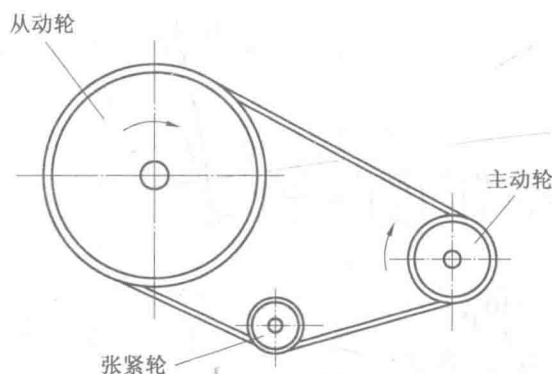
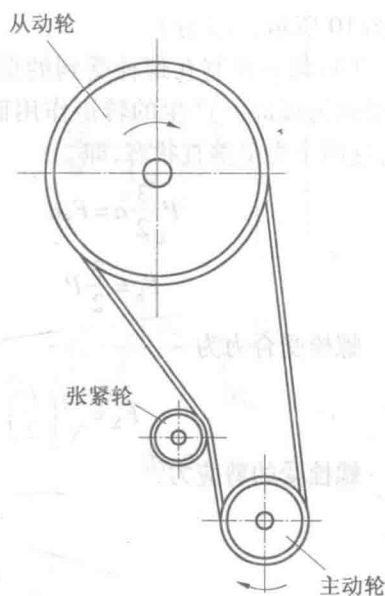

图8 张紧轮置于松边内侧
图9 张紧轮置于松边外侧
2. 答 (1)进行疲劳寿命计算,并校核极限转速;(2)静强度计算。
4. 答 因置于紧边需要的张紧力大,且张紧轮也容易跳动,通常张紧轮置于带的松边。如图 8 所示,当张紧轮置于松边内侧时,张紧轮应尽量靠近大带轮,以免小带轮上包角减小过多,V 带传动常采用这种装置;如图 9 所示,当张紧轮置于松边外侧时,使带承受反向弯曲,会降低带的寿命,这种装置常用于增大包角或空间受限制时的传动。